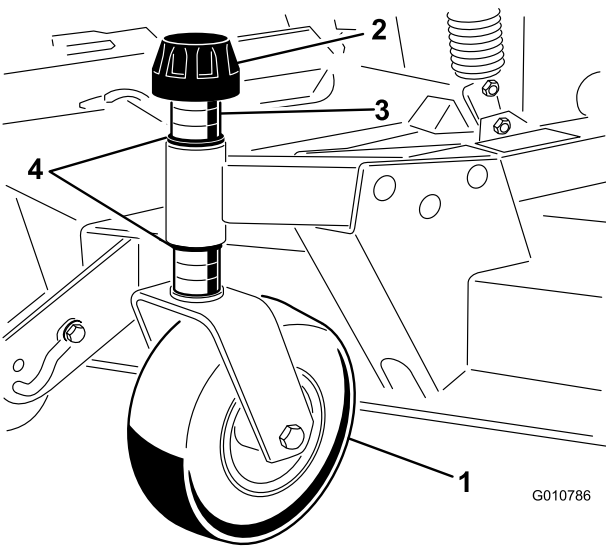

Figura 9
1. Retire el casquillo tensor del eje y retire el eje del brazo de la rueda giratoria delantero (Figura 9).